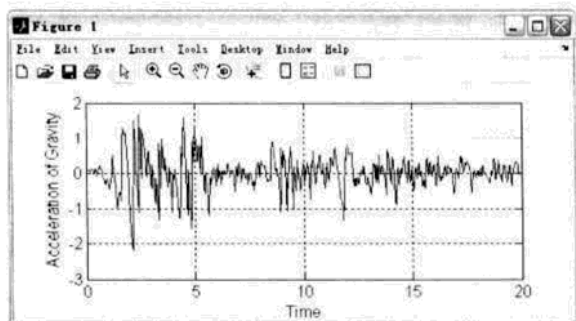
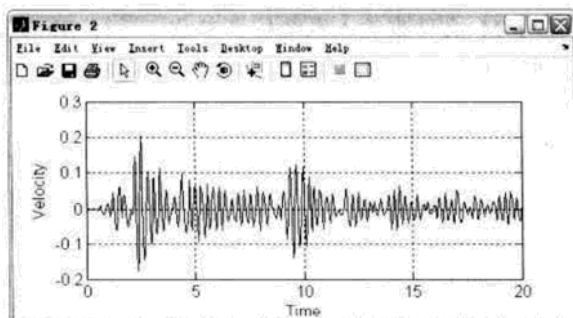
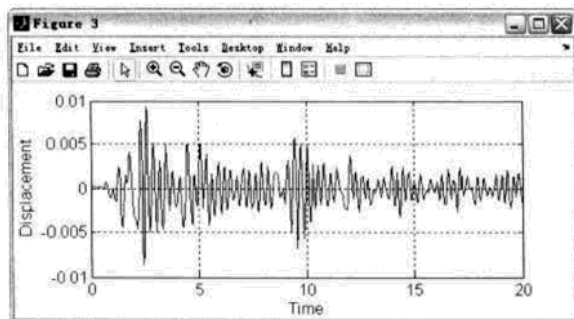

图 9.14 EI 波地震加速度
图 9.15 结构响应速度曲线
图 9.16 结构响应位移曲线
(5) 仿真结果。运行上述程序之后，会得到如图 9.14～图 9.16 所示的结果。图 9.14 为地震加速度曲线，也就系统的外部输入。图 9.15 为结构响应速度曲线，图 9.16 为结构响应位移曲线。
(5) 仿真结果。在 MATLAB 命令窗口中运行上述程序之后,会得到图 9.15 和图 9.16 所示的结果。图 9.15 为结构速度响应曲线,图 9.16 为结构位移响应曲线。
(5) 仿真结果。运行上述程序之后, 会得到图 9.15 和图 9.16 所示结果。